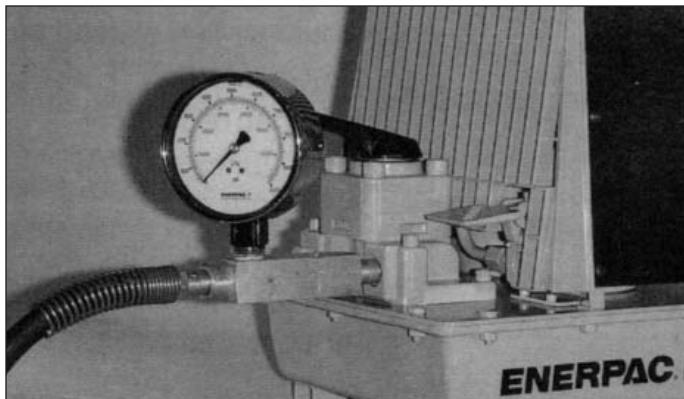

Abbildung 1 - Installation des Manometers
- Eine Dichtungsmasse auf das Gewinde von Manometer, NPT-Schlaucharmatur und Anzeigenadapter auftragen. Die Anschlüsse gemäß der rechtsstehenden Abbildung vornehmen Figure 1.